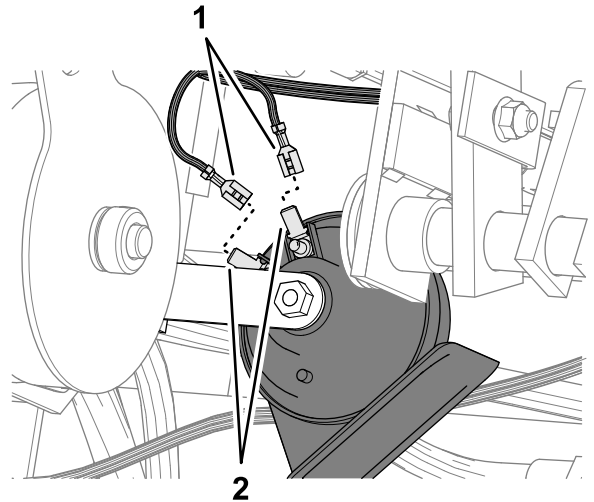

Figura 16
2. Enrute los 2 cables con las tomas de terminales planos en el claxon (Figura 16).
3. Enchufe las tomas de terminal con la etiqueta HORN + (Claxon +) y HORN - (Claxon -) en los terminales planos del claxon (Figura 16).